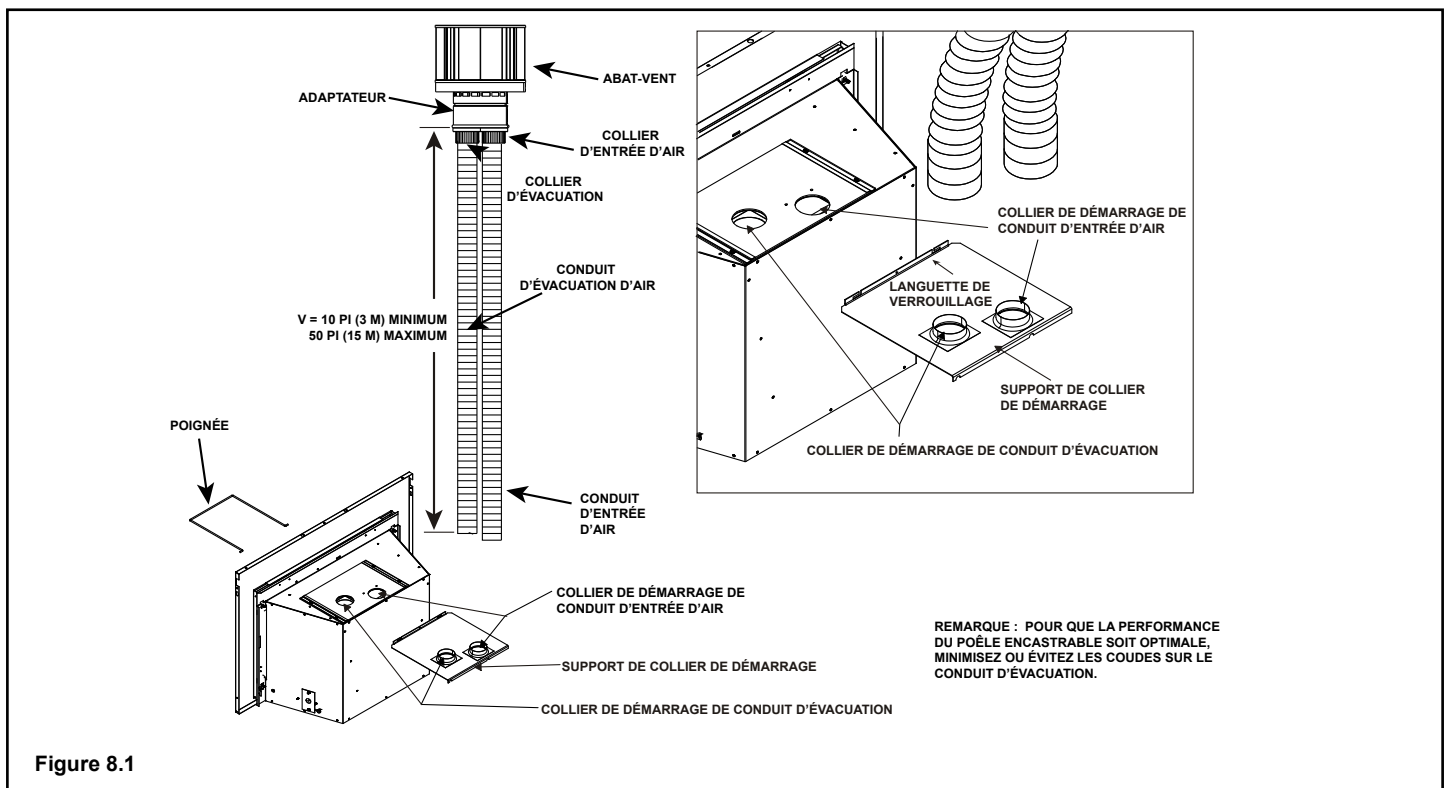

Figure 8.1
- Fixez le tuyau d'évacuation flexible au collier de démarrage de l'échappement sur le dessus du poêle avec trois vis et scellez. Voir la Figure 8.1.
- Utilisez 3 vis pour fixer la section du tuyau d'entrée d'air dans le collier d'entrée d'air sur la plaque coulissante de collier. Voir la Figure 8.1. REMARQUE : La plaque coulissante de collier peut être déposée du poêle afin de faciliter l'installation.
- Fixez la plaque coulissante de collier sur le poêle en plaçant la poignée verrouillable en place au moyen des languettes de verrouillage (voir Figure 8.1) et fixez-la avec des vis n° 8.